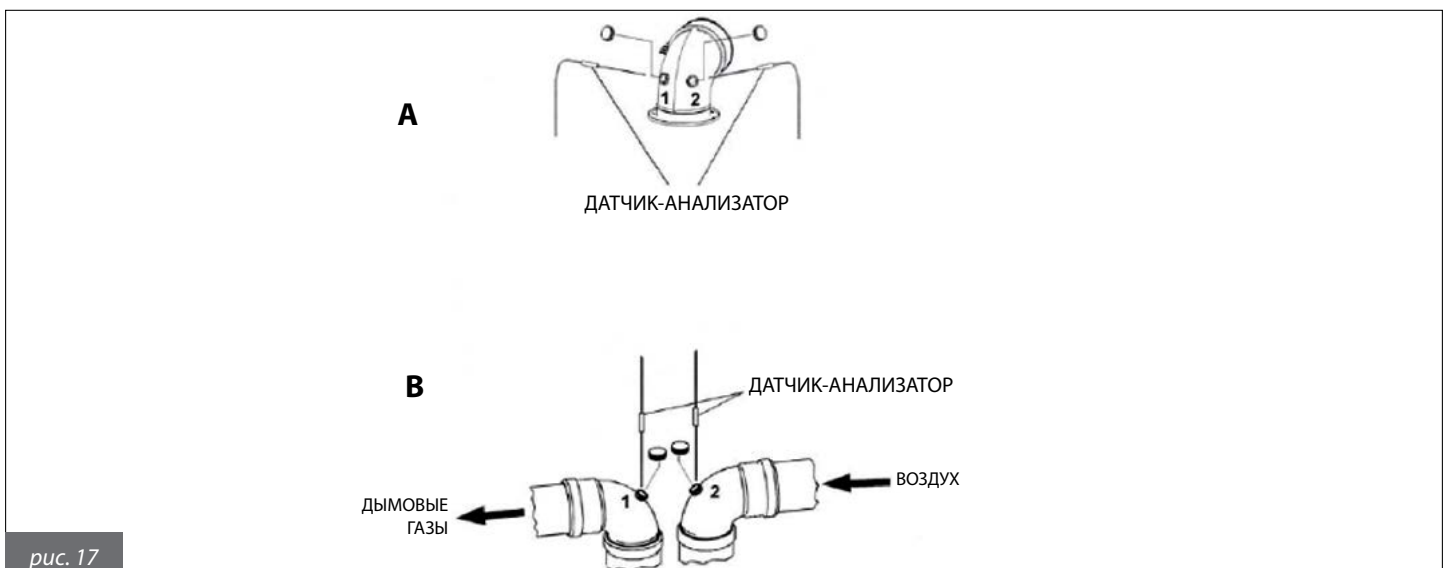

рис. 17
- Измерить температуру воздуха для горения через отверстие 1 (см. рис. 17 А для котлов с герметичной камерой сгорания, укомплектованных трубами со специальными отверстиями).
- Измерить температуру отходящих газов и содержание CO₂ через отверстие 2 (см. рис. 17 А для котлов с герметичной камерой сгорания, укомплектованных трубами со специальными отверстиями).
- Измерить температуру воздуха для горения через отверстие 2 (см. рис. 17 В для котлов с герметичной камерой сгорания, укомплектованных трубами со специальными отверстиями).
- Измерить температуру отходящих газов и содержание CO₂ через отверстие 1 (см. рис. 17 В для котлов с герметичной камерой сгорания, укомплектованных трубами со специальными отверстиями).
Датчик температуры наружного воздуха должен подключаться на контакты 5-6 электронной платы котла (рис. 17).